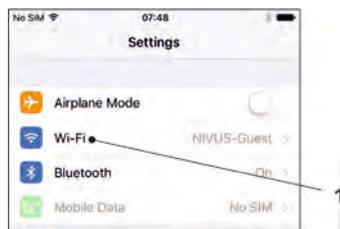

Fig. 31-12 Symbole pour WLAN
3. Choisir WLAN (Fig. 31-12 point 1).